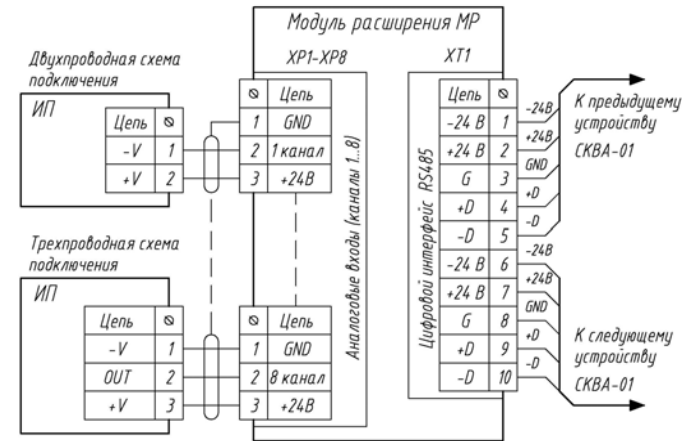

Рис.2
4.2 Подключите строго по схеме подключения рис.2.
4.3 Подключение ИП к MP и объединение MP с другими устройствами по интерфейсу RS485 выполняется по схеме рис.2 в следующем порядке:
- Подключите жилы кабелей к разъемам (XP1-XP16) в порядке, указанном в проектной документации и в соответствии со схемой рис.2. Подключение ИП к МР выполняется по схеме рис.2 (полярность подключения кабеля в случае двухпроводной схемы значения не имеет).